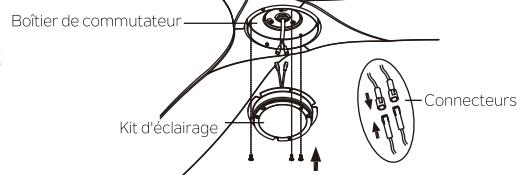

Fig. 26
Étape 6. Tenez le kit d'éclairage au niveau du boîtier de commutateur et connectez les fils BLANCS du kit d'éclairage et du ventilateur en rapprochant les connecteurs. Procédez comme pour les fils NOIRS. (Fig.26)